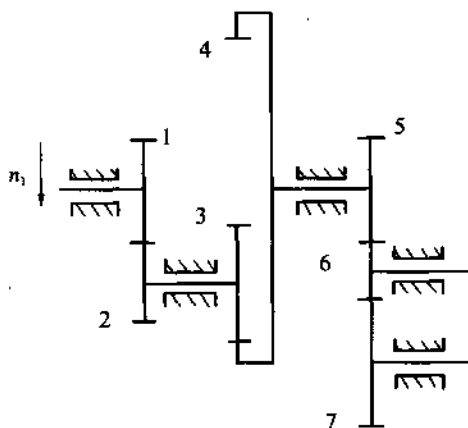

图7
16. 如图7所示, 已知各轮齿数分别为 $z_1 = 24$, $z_2 = 28$, $z_3 = 20$, $z_4 = 60$, $z_5 = 20$, $z_6 = 20$, $z_7 = 28$, 求传动比 i_{17} 。